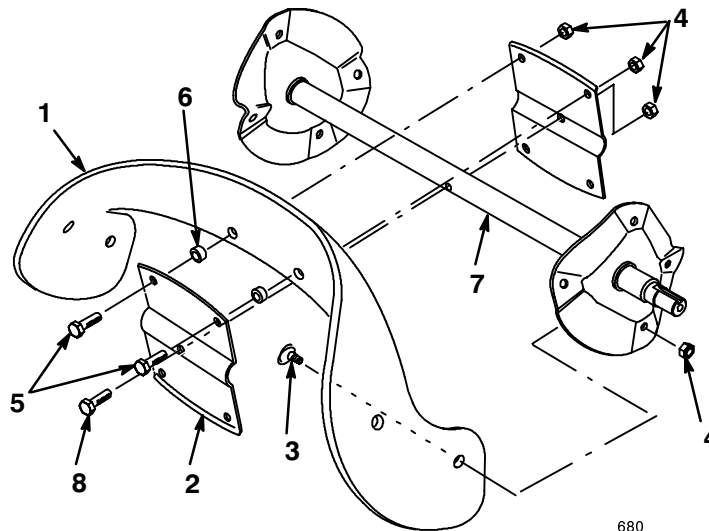

Bild 23
- Entfernen Sie die vier Torx-Schrauben und die sechs Sicherungsmuttern, mit denen die Außenseite der Rotorwellengruppe abgesichert ist (Bild 23).
- Entfernen Sie die beiden Sechskantschrauben, die beiden Distanzstücke und die beiden Sicherungsmuttern, mit denen die Mitte des Blatts an den Rotorhälften abgesichert ist (Bild 23).
- Lockern Sie die Sechskantschraube, mit der die Rotorhälften an der Schneckenwellengruppe befestigt ist (Bild 23).
- Schieben Sie das Blatt aus seiner Position zwischen den Rotorhälften heraus (Bild 23).